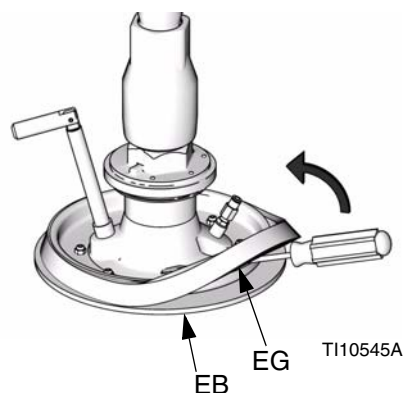

FIG. 11
1. *En partant du bas*, utilisez un tournevis pour faire levier et libérer l'entretoise (EG). Soulevez l'entretoise jusqu'à ce qu'elle soit complètement au-dessus du rebord du plateau. Voir FIG. 11.